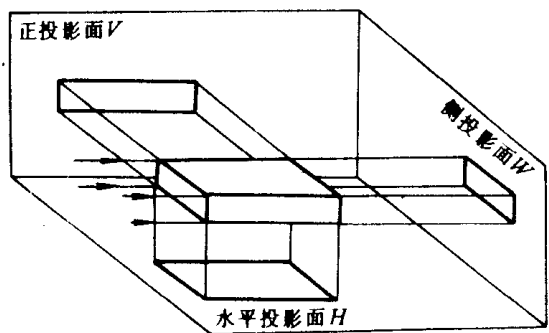
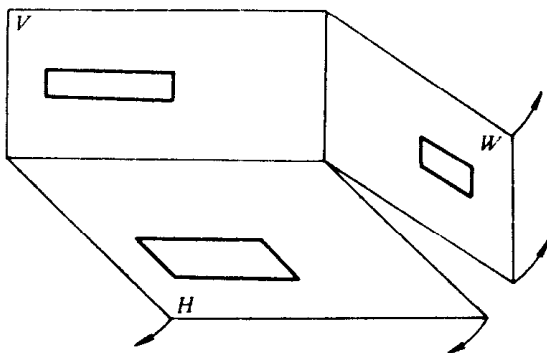
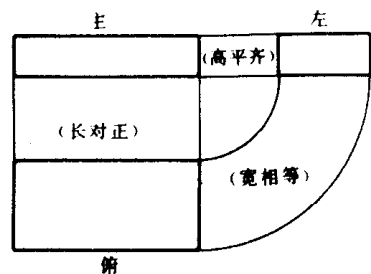

图 1-2 长方体在三个投影面上的投影
图 1-3 投影面的展开
图 1-4 展开后长方体三视图
(2)三视图 将长方体置于三个互相垂直的投影面体系中,使其底面与水平投影面平行,前面与正投影面平行,分别向三个投影面投影,可得到长方体的三个视图(见图 1-2);将三投影面按图 1-3 中箭头所指的方向顺次旋转展开,即形成三视图,见图 1-4。